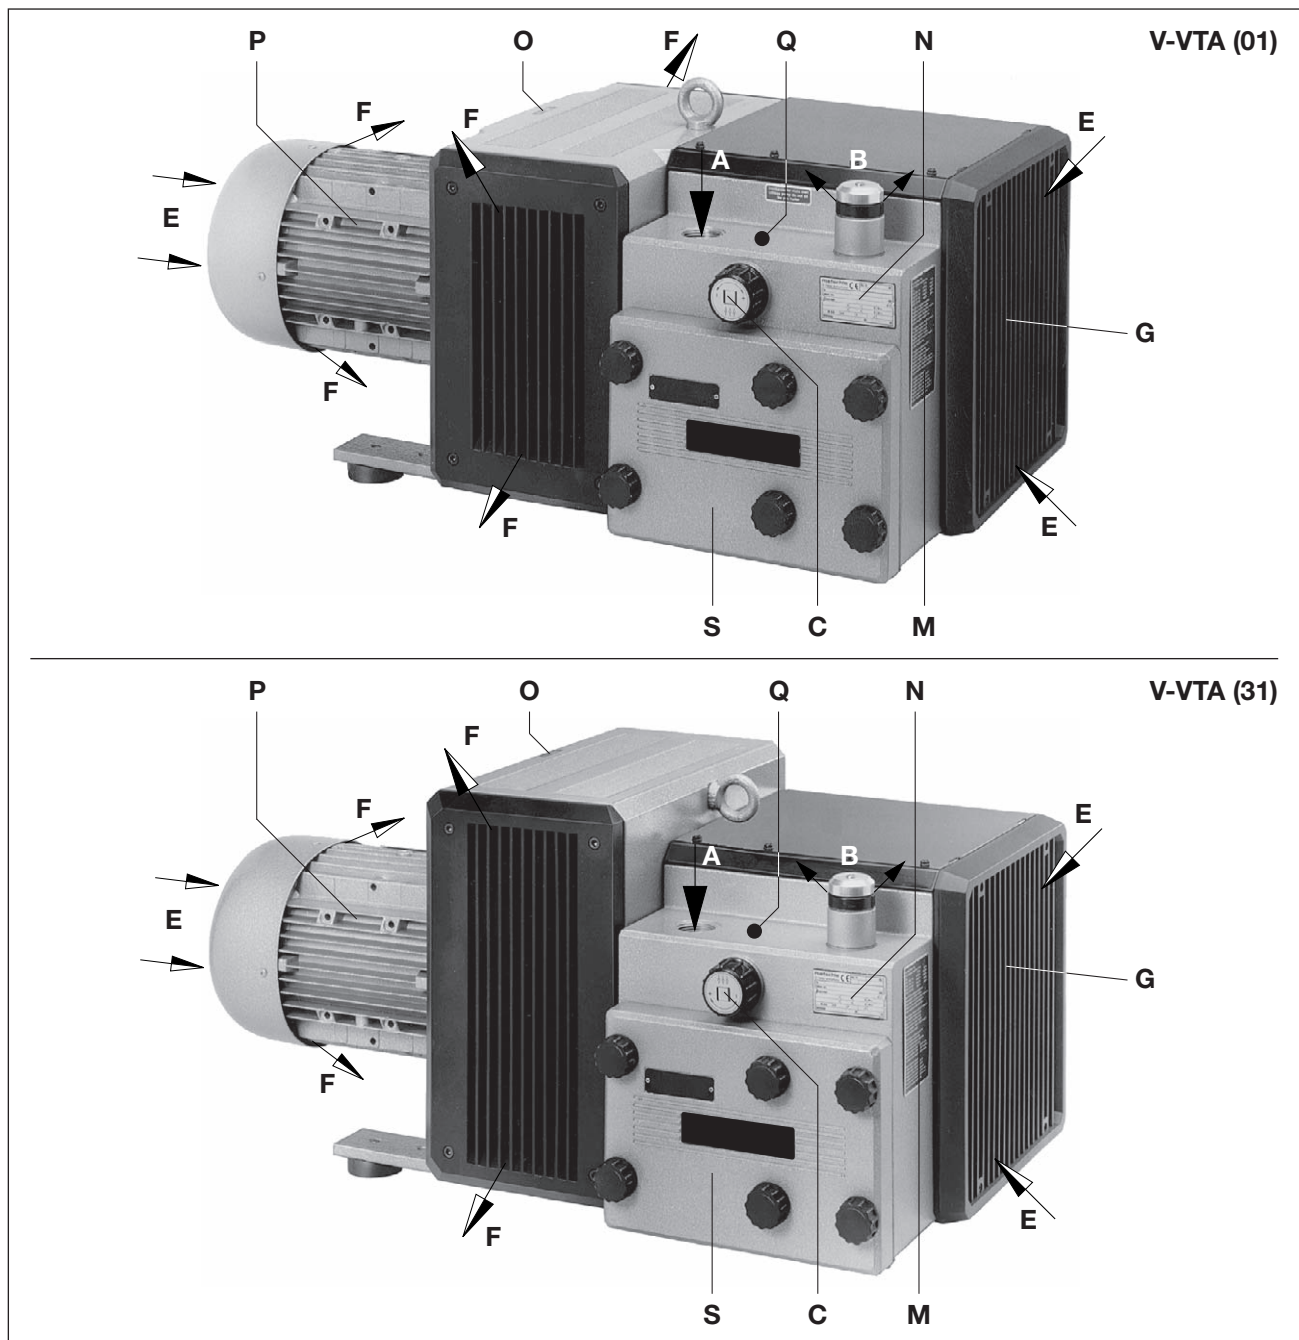

Fig. 2 Vakuumpump V-VTA
Vakuumregleringsventilen (fig. 2/C) tillåter att vakuumet ställs in till önskade värden, som dock begränsas uppåt.
Filterhuset (fig. 2/S) ska vara lättillgängligt.
Kylluftingångarna (fig. 2/E) och kylluftutgångarna (fig. 2/F) måste hålla minst 30 cm avstånd till intilliggande väggar. Kyluft som tränger ut får inte sugas in på nytt. För underhållsarbeten måste man framför filterhuset (fig. 2/S) och insugningsgallret (fig. 2/G) ha minst 40 cm avstånd.
- a) Vakuumanlutning vid (fig. 2/A).
Vakuomet ställs in genom att man vrider på regleringsknappen (fig. 2/C) i enlighet med symbolskylten på vridknappen.
- a) Uppgifter om motorns elektronik finns på märkskylten (fig. 2/N) eller på motorns märkskylt. Motorerna uppfyller kraven i DIN EN 60034 och tillhör skyddsklass IP 55 samt isoleringsklass F. Lämpligt kopplingsschema finns i motorns anslutningsbox (inte på versionen med kontakt-don). Motoruppgifterna måste jämföras med uppgifterna om det befintliga huvudnätverket (aktuell typ, spänning, nätverksfrekvens, tillåtet strömvärde).
Vid maskinens driftstemperatur kan yttemperaturerna på komponenterna (Fig. 2/Q) överstiga 70°C.
Torkmedlet i filterhuset (Fig. 2/S) måste avlägsnas innan maskinen startas upp
- ▷ Drivaxelns planerade rotationsriktning markeras av rotationsriktningsspilen (fig. 2/O) på motorflänsen.